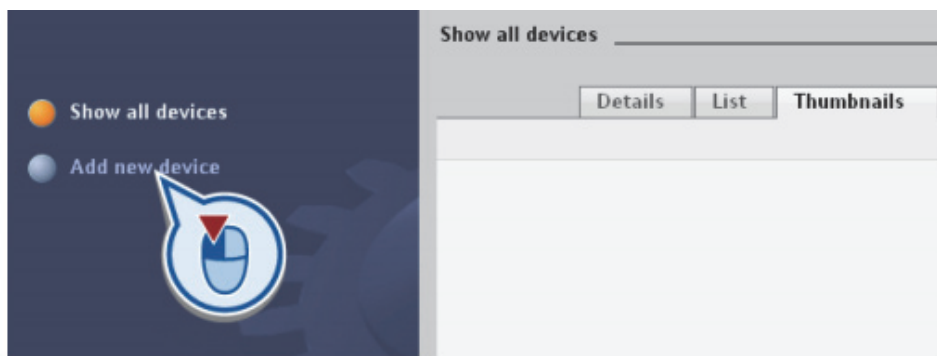

Рис. 1.4. Добавление нового устройства
– нажмите кнопку «Add new device» (Добавить новое устройство) (рис. 1.4).